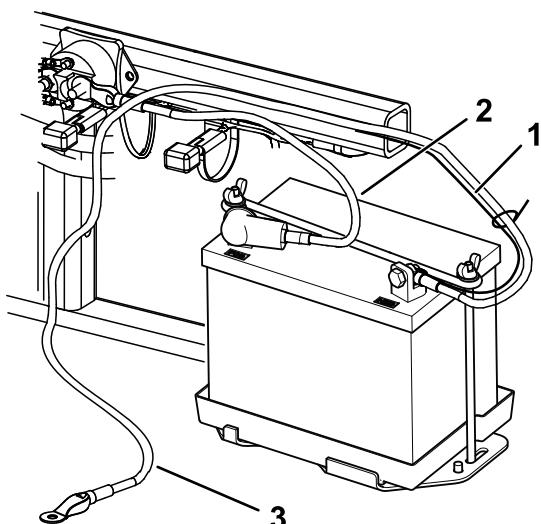

Figure 6
- Fixez le câble positif (rouge) à la borne positive (+) avec un boulon ($\frac{1}{4} \times \frac{5}{8}$ po) et un contre-écrou (Figure 6).
3. Fixez le petit câble noir et le câble négatif (noir) à la borne négative (–) de la batterie au moyen d'un boulon ($\frac{1}{4} \times \frac{5}{8}$ po) et d'un contre-écrou ($\frac{1}{4}$ po) (Figure 6).